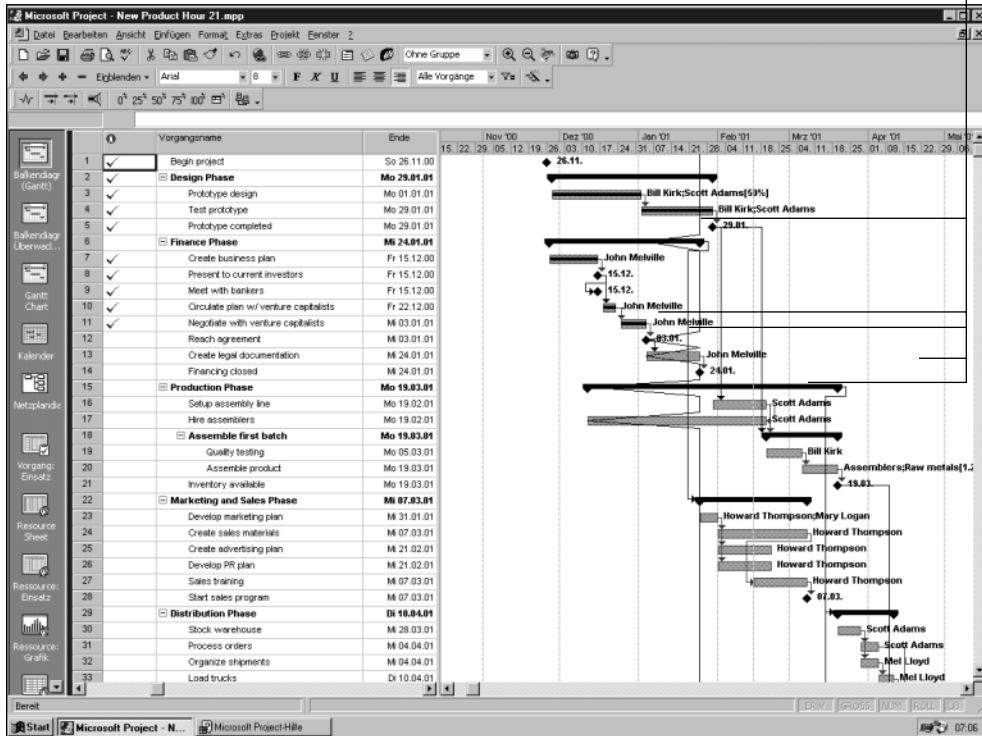

Abbildung 21.3:
- Klicken Sie OK, wenn Sie fertig sind. Die Fortschrittslinien werden dann im Balkendiagramm (Gantt), wie in Abbildung 21.3 abgebildet, angezeigt.